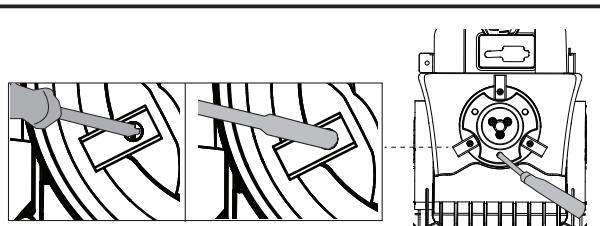

Figure 21
5. Portez des gants de protection et utilisez un tournevis ou une clé à six pans creux pour retirer les trois vis et les lames (Figure 21).